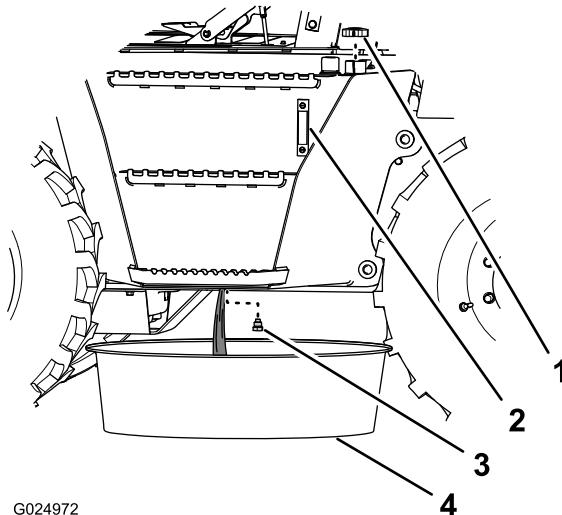

Figura 113
6. Posizionate un contenitore con una capacità minima di 190 litri sotto il tappo di spurgo del serbatoio idraulico (Figura 113).
7. Togliete il tappo di spurgo dal serbatoio idraulico (che si trova sotto il serbatoio) e spurgate il serbatoio (Figura 113).
9. Montate il tappo di spurgo (Figura 113).